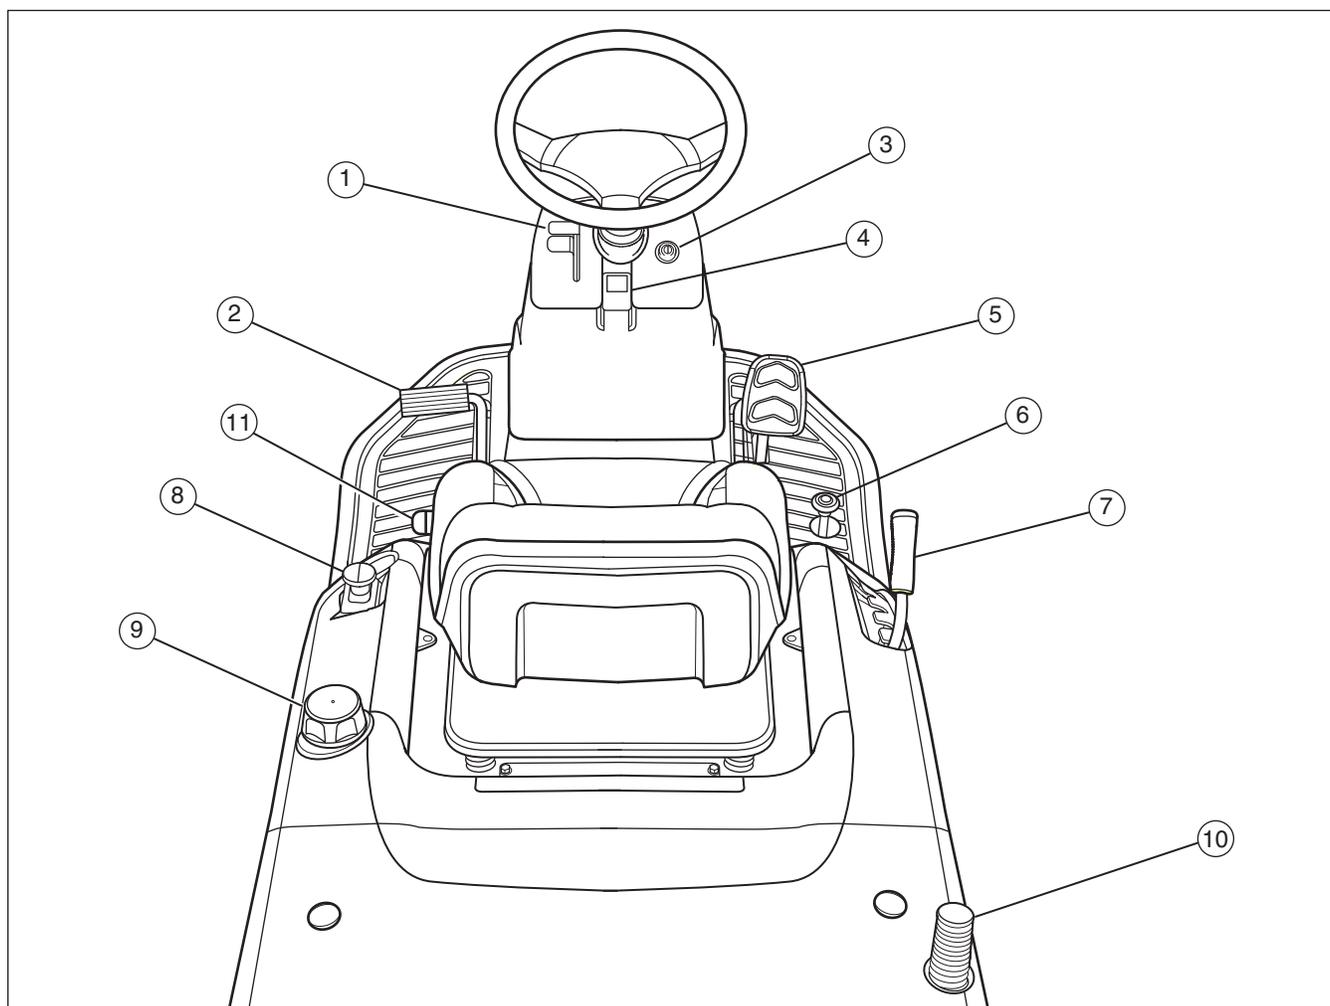

Figure 7
Levier de manette des gaz (1) : Utiliser le levier de manette des gaz pour augmenter ou diminuer la vitesse du moteur (voir la **Figure 7**). Faire monter la manette des gaz pour augmenter la vitesse du moteur et la faire descendre pour diminuer la vitesse du moteur. Toujours faire fonctionner à PLEIN régime.